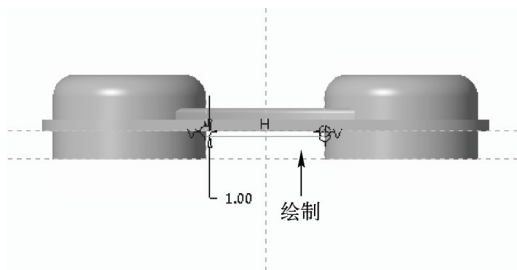

图 16-59 绘制草绘截面一
STEP 03 在弹出的“草绘”对话框的绘图区中选择“FRONT”基准平面作为草绘平面，接受默认的草绘视图方向和参考，然后单击“草绘”按钮，进入草绘环境。单击“草绘”选项卡中的相应按钮，绘制草绘截面，如图 16-59 所示。